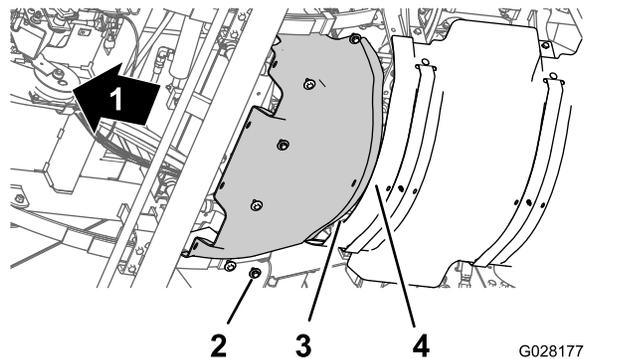

Figura 61
1. Alinhe a flange traseira da proteção térmica frontal por cima da flange dianteira da proteção térmica traseira (Figura 61).
2. Alinha os orifícios da proteção térmica frontal com os orifícios roscados no chassis (Figura 61).
3. Monte a proteção térmica frontal na máquina com os 6 parafusos de cabeça hexagonal e as 6 anilhas (Figura 61) que retirou no passo 3 de Remoção da proteção térmica dianteira (página 55).